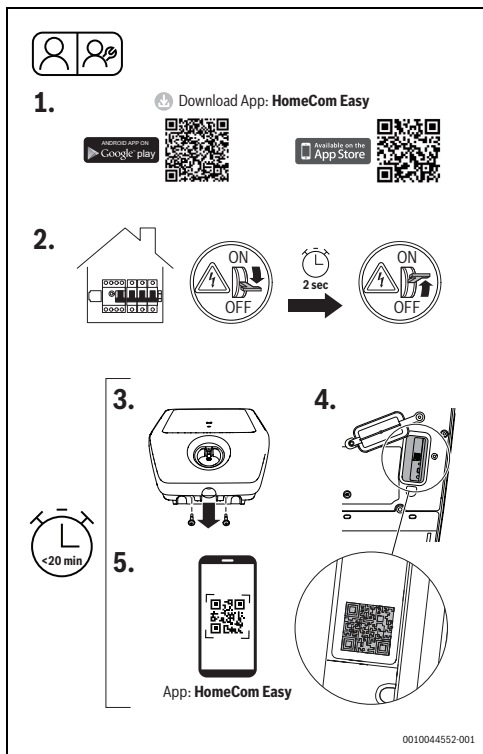

Fig. 283 HomeCom Easy
- ▶ Spegnere la Power Charge 7000i sul quadro elettrico dell'alimentazione elettrica e dopo due secondi circa riaccenderla (Fig. 283, passo [2]).
- ▶ Allentare le due viti del pannello anteriore (Fig. 283, passo [3]).